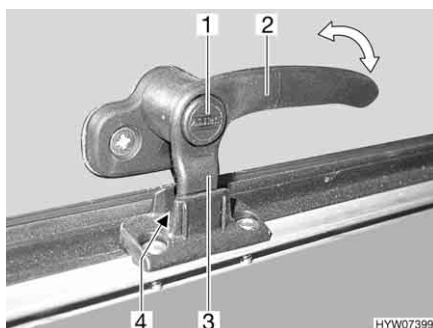
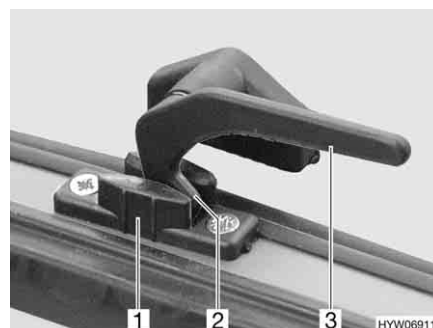

Fig. 97 Levier de verrouillage avec bouton de sécurité en position "Aération permanente"
Fig. 98 Levier de verrouillage en position "Aération permanente"
- En position "Aération permanente" (Fig. 97 et Fig. 98)
- S'il existe, appuyer sur le bouton de sécurité (Fig. 97,1) et le maintenir enfoncé.
- Tourner tous les leviers de verrouillage (Fig. 97,2 ou Fig. 98,3) d'un quart de tour vers le centre du lanterneau.
- Remettre tous les leviers de verrouillage en position initiale. Le tenon de verrouillage (Fig. 97,3 ou Fig. 98,2) doit pénétrer dans le logement du verrouillage du lanterneau (Fig. 97,4 ou Fig. 98,1).